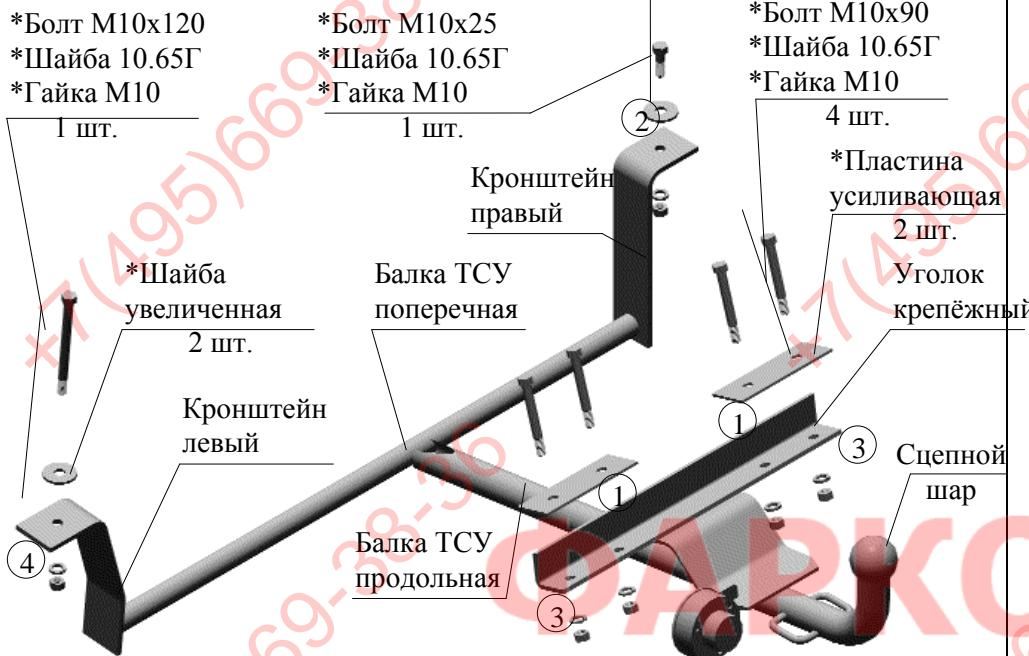

Рис.1 Тягово-сцепное устройство
2.1 ТСУ в сборе (рис.1)	1 шт.
2.2 Пакет с комплектующими (см. рис.1)	1 шт.
- 4.3 Наметить и просверлить в полу коробе а/м два отверстия (на Рис. 1 отмечены (1)) диаметром 10,5...11 мм, используя ТСУ, как кондуктор. Закрепить ТСУ двумя болтами M10x90, не затягивая крепеж.
- 4.4 Наметить и просверлить в полу багажного отделения отверстие (2) диаметром 10,5...11 мм, используя ТСУ, как кондуктор (см. Рис. 1). Закрепить ТСУ, не затягивая крепеж.
4.5 Наметить и просверлить два отверстия в полу багажного отделения, используя ТСУ, как кондуктор (отверстия (3) на Рис. 1).
4.6 Наметить и просверлить напроход отверстие диаметром 10,5...11 мм в левом лонжероне автомобиля (отверстие (4) на Рис. 1). При сверлении отверстия со стороны пола багажного отделения необходимо использовать разметку.